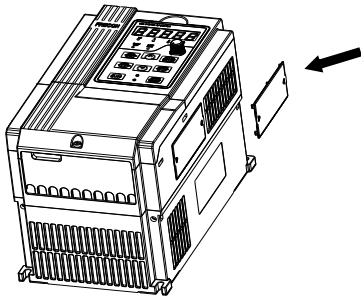

图 3-8 安装和拆卸防尘盖示意图
- a. 安装防尘盖:将防尘盖如图 3-8 所示方向平行垂直压入到上壳 (四周无翘起即安装到位)。